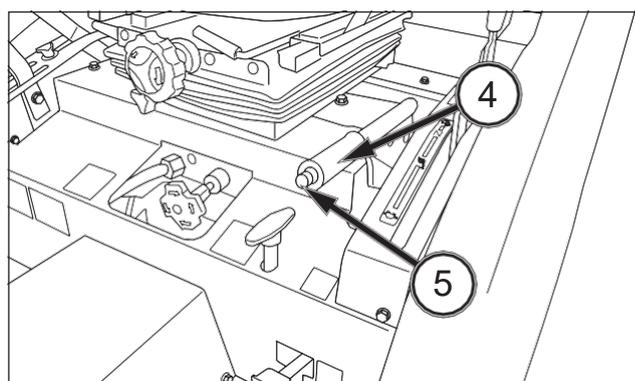

FIG. 43
FIG. 43: El freno de estacionamiento actúa sobre las ruedas traseras del tractor. Para accionar los frenos de estacionamiento, tire de la palanca de estacionamiento (4) hacia arriba para bloquear los frenos en la posición deseada.